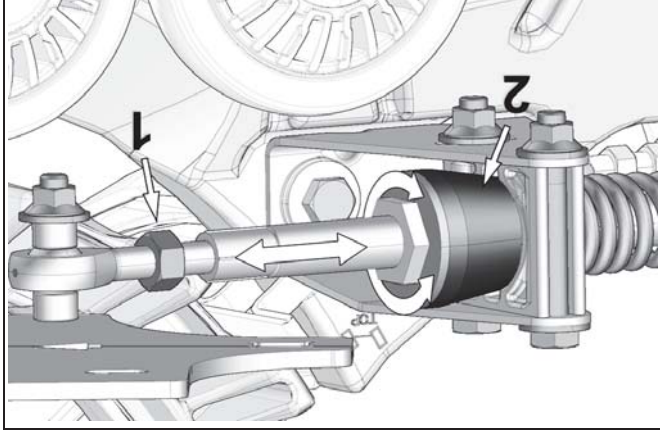

Figure 11
- Desserer le contre-écrou (1) de l'embout à rotule. Ajuster la longueur de l'embout à rotule de sorte qu'il n'y ait aucune pression sur le cône de caoutchouc (2). Voir la Figure 11.